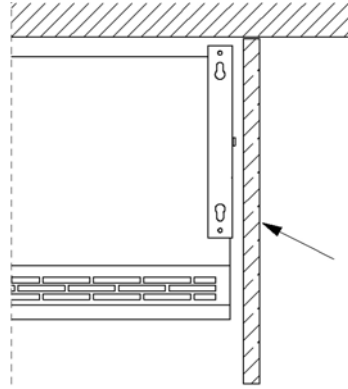

Fig. 4
- I visse tilfeller er det ikke mulig å montere aggregatet ovenfor porten. Med hjelp av montasjeplaten HDS kan apparatene stilles over hverandre ved siden av porten slik at luftstrømmen blåser horisontalt (fig.4).